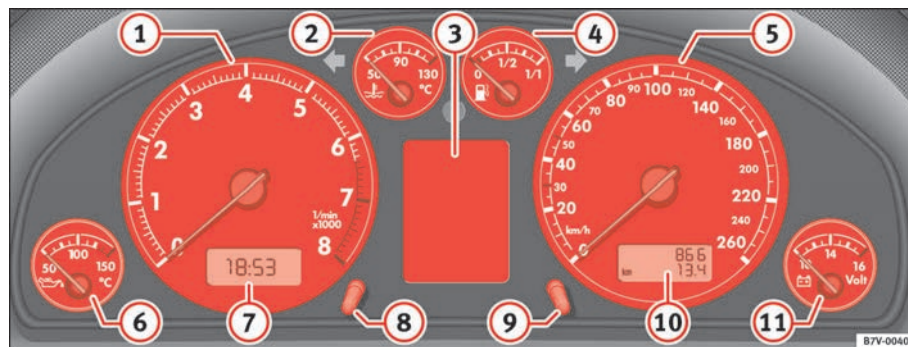

Fig. 44 Detalle del tablero de instrumentos: cuadro de instrumentos
Si, por ejemplo, la aguja se posiciona exactamente sobre el 2, esto corresponde a un régimen de 2.000 rpm ⇒ página 68, fig. 44 ①.
- Gire brevemente el botón de ajuste $\Rightarrow$ página 68, fig. 44 ⑧ en el sentido contrario al de las agujas del reloj para adelantar el reloj una hora o
El contador superior del cuentakilómetros $\Rightarrow$ página 68, fig. 44 ⑩ registra el trayecto total.
El contador inferior registra los recorridos cortos. La última cifra indica recorridos de 100 en 100 m. El contador para recorridos cortos se pone a cero presionando el botón de puesta a cero $\Rightarrow$ página 68, fig. 44 ⑨. ■
El voltímetro ⇒ página 68, fig. 44 **11** indica la tensión de la red eléctrica de a bordo. El valor normal oscila entre 12 y 15 voltios. Si, con el motor en marcha, el valor es inferior a 12 voltios, acuda a un taller especializado para que comprueben la alimentación de corriente (batería y alternador).
La indicación del servicio aparece bien en el cuentakilómetros ⇒ página 68, fig. 44 **10**, o bien en la pantalla⁷⁾ del cuadro de instrumentos ⇒ página 68, fig. 44 **3**.